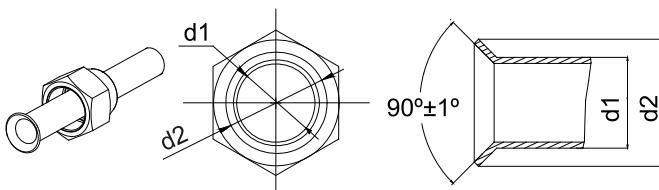

Fig.12
4.2.2 Evacuarea condensului la unitatea de exterior (Doar pentru unități cu pompă de căldură) (Fig.12)
- (1). Tăiați țeava de racordare cu un cuțit pentru țevi și debavurați.
- (2). Țineți țeava în jos pentru a împiedica aşchiile să intre în țeavă.
- (3). Îndepărtați piulițele mufe de la supapa de oprire a unității de exterior și în interiorul sacului cu accesorii al unității de interior, apoi introduceți-le pe țeava de racordare după care mufați țeava de conexiune cu o unealtă de mufare.
- (4). Verificați dacă partea de mufare este bine așezată și dacă nu există crăpături (vedeți Fig.12)